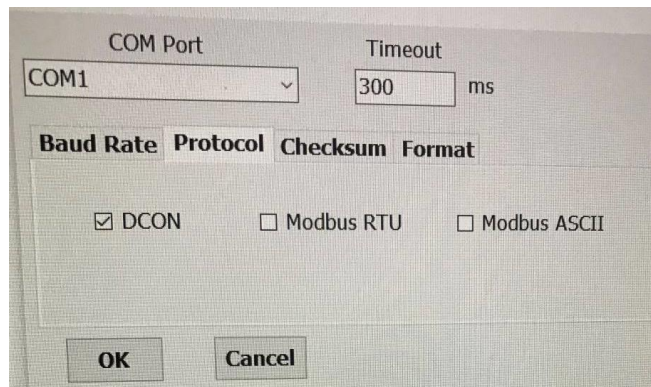

Рис. 4.4. Номер СОМ-порту та тип протоколу
- протокол (*Protocol*) – DCON (рис. 4.4);